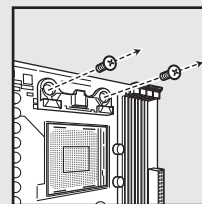

figure 1
- Remove the stock AMD top mounting bracket(s) shown (figure 1).
Retirez le ou les supports de fixation supérieurs du dissipateur AMD standard (figure 1).
Entfernen Sie die angegebene/n AMD-Montagehalterung/en (abbildung 1).
Verwijder de gangbare AMD-montagebeugel(s) bovenaan (afbeelding 1).
Zdemontuj standardowy górny uchwyt montażowy AMD (rysunek 1).